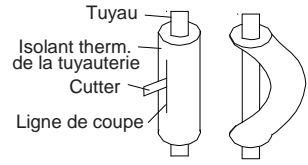

Fig.15
- (2). Ne cintrez pas les tubes avec un angle supérieur à 90°.
- (3). Lorsque les tubes sont pliés ou étirés de manière répétitive, le matériau se durcit, rendant difficile un autre cintrage ou allongement du tube. Ne cintrez pas et n'allongez pas les tubes plus de trois fois.
- (4). N'effectuez pas le cintrage du tube sans préparation préalable, il pourrait se casser. Dans ce cas, coupez l'isolant thermique à l'aide d'un cutter tranchant, comme indiqué dans la Fig.15, puis cintrez-le en laissant exposé le tuyau. Après avoir cintré le tuyau comme voulu, assurez-vous de remettre l'isolant thermique sur le tuyau puis sécurisez l'isolant avec de l'adhésif.
Tenez la clé dynamométrique en position correcte, en maintenant l'angle adéquat comme indiqué sur la Fig. 15, pour ajuster l'écrou correctement.